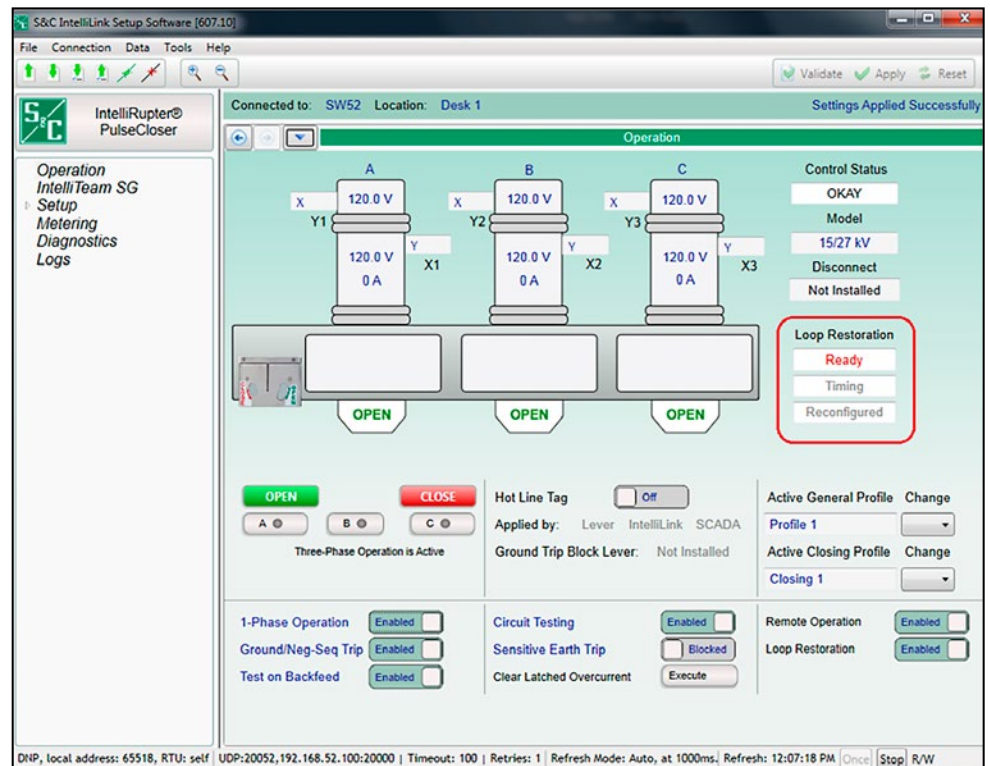

Figura 87. La pantalla *Operation (Operación)* muestra el estado Ready (Listo) en el indicador de estado Loop Restoration.
- La pantalla *Operation (Operación)* muestra el estado **Ready** en el indicador de estado **Loop Restoration**. Ver Figura 87.
- El Punto de Estado del DNP **Loop Restoration Ready (Restablecimiento del Anillo Listo)** está configurado cuando el estado **Ready** está activo. Ver Figura 87.